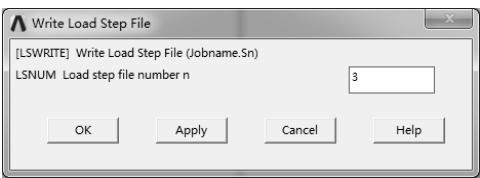

图 7-250 “Write Load Step File”对话框
4) 载荷步输出。选择“Main Menu>Solution>Load Step Opts>Write LS File”命令，弹出“Write Load Step File”对话框，在“Load step file number n”文本框中输入 3，单击“OK”按钮完成，如图 7-250 所示。